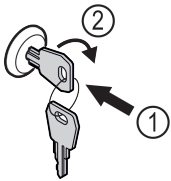

Fig. 123
- ▶ Zatlačte kľúč Fig. 123 (1).
- ▶ Otočte kľúč o 90° v smere hodinových ručičiek Fig. 123 (2).